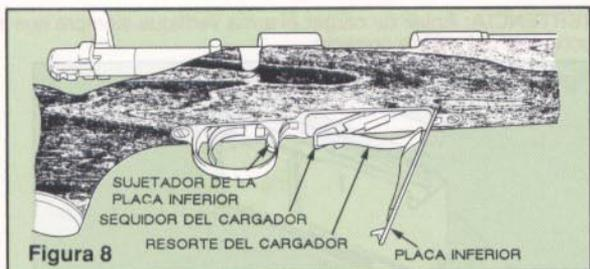

Figura 8
8. Empuje el sujetador de la placa inferior a fin de liberarla. Vea la Figura 8. El resorte y seguidor del cargador se soltarán del cargador.